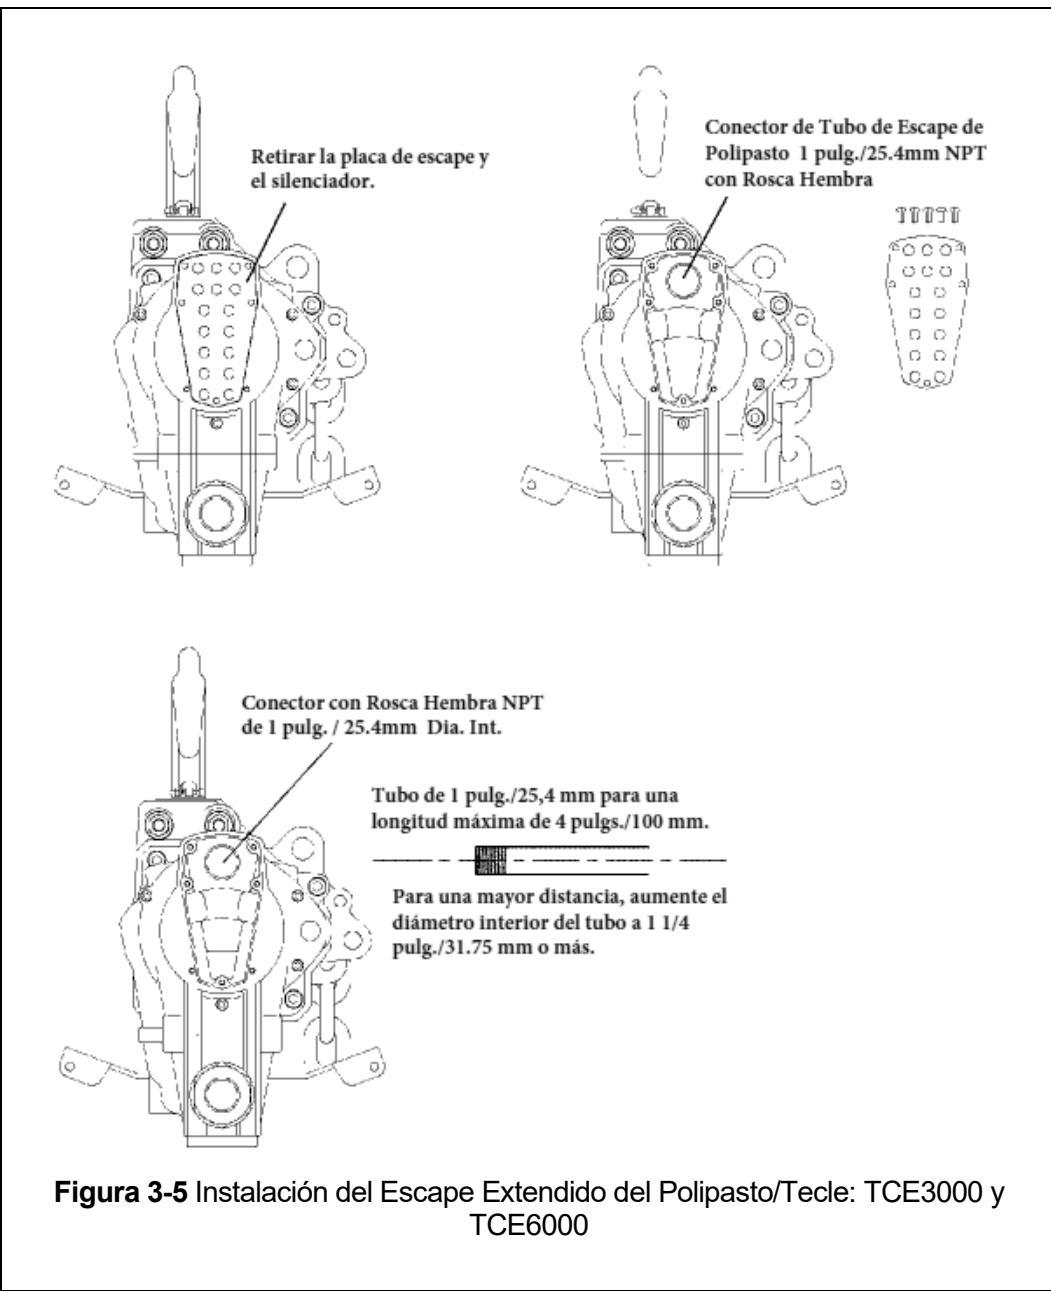

Figura 3-5 Instalación del Escape Extendido del Polipasto/Tecle: TCE3000 y TCE6000
- 3.8.2 Para aplicaciones que requieren una “Restricción Secundaria”, se ha previsto un orificio en el Yugo del Gancho Superior del polipasto/tecle. Consulte la Figura 3-5.